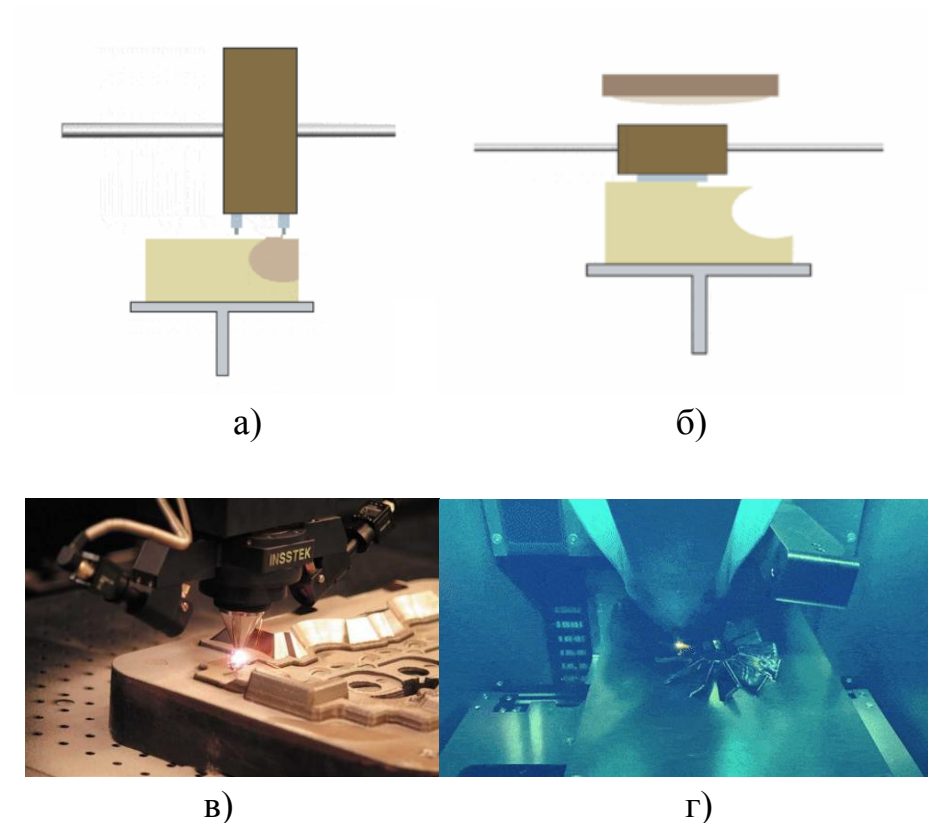

Рис. 5. *Directdeposition* технологии: а) FDM-технологии; б) Многоструйное моделирование; в) EBM-технологии; г) DMD-технологии
1. Моделирование методом послойного наплавления (FDM). FDM подразумевает выдавливание термопластичного материала через сопло, которое движется контролируемым образом, нанося материал слой за слоем. Материал быстро затвердевает, создавая желаемый объект (рис. 5, а);
2. Многоструйное моделирование (Multi-JetModeling) — процесс 3D-печати, при котором жидкий фотополимер наносится микрокаплями через многосопловую печатающую головку и мгновенно отверждается УФ-светом, создавая детали с высокой точностью и возможностью цветовых и материальных градиентов. Поскольку наносимые капли очень малы, можно воспроизводить очень мелкие детали. Кроме того, материал плавится перед процессом отверждения, и поверхность становится очень гладкой. Во время печати нависающие компоненты должны быть снабжены опорными конструкциями (рис. 5, б);
3. Электронно-лучевая плавка (EBM) — используется для аддитивного производства металлов. Он использует электронный луч для выборочного плавления металлического порошка в среде высокого вакуума. Расплавленный материал затвердевает, образуя нужный объект (рис. 5, в);
4. Прямое осаждение металла (DMD) - используется лазер для плавления металлического порошка, послойно формируя деталь. Лазер создает расплавленную зону на основе или подложке. Порошок подается в зону лазера, плавится и затвердевает. Слои повторяются, формируя 3D – объект (рис. 5, г).